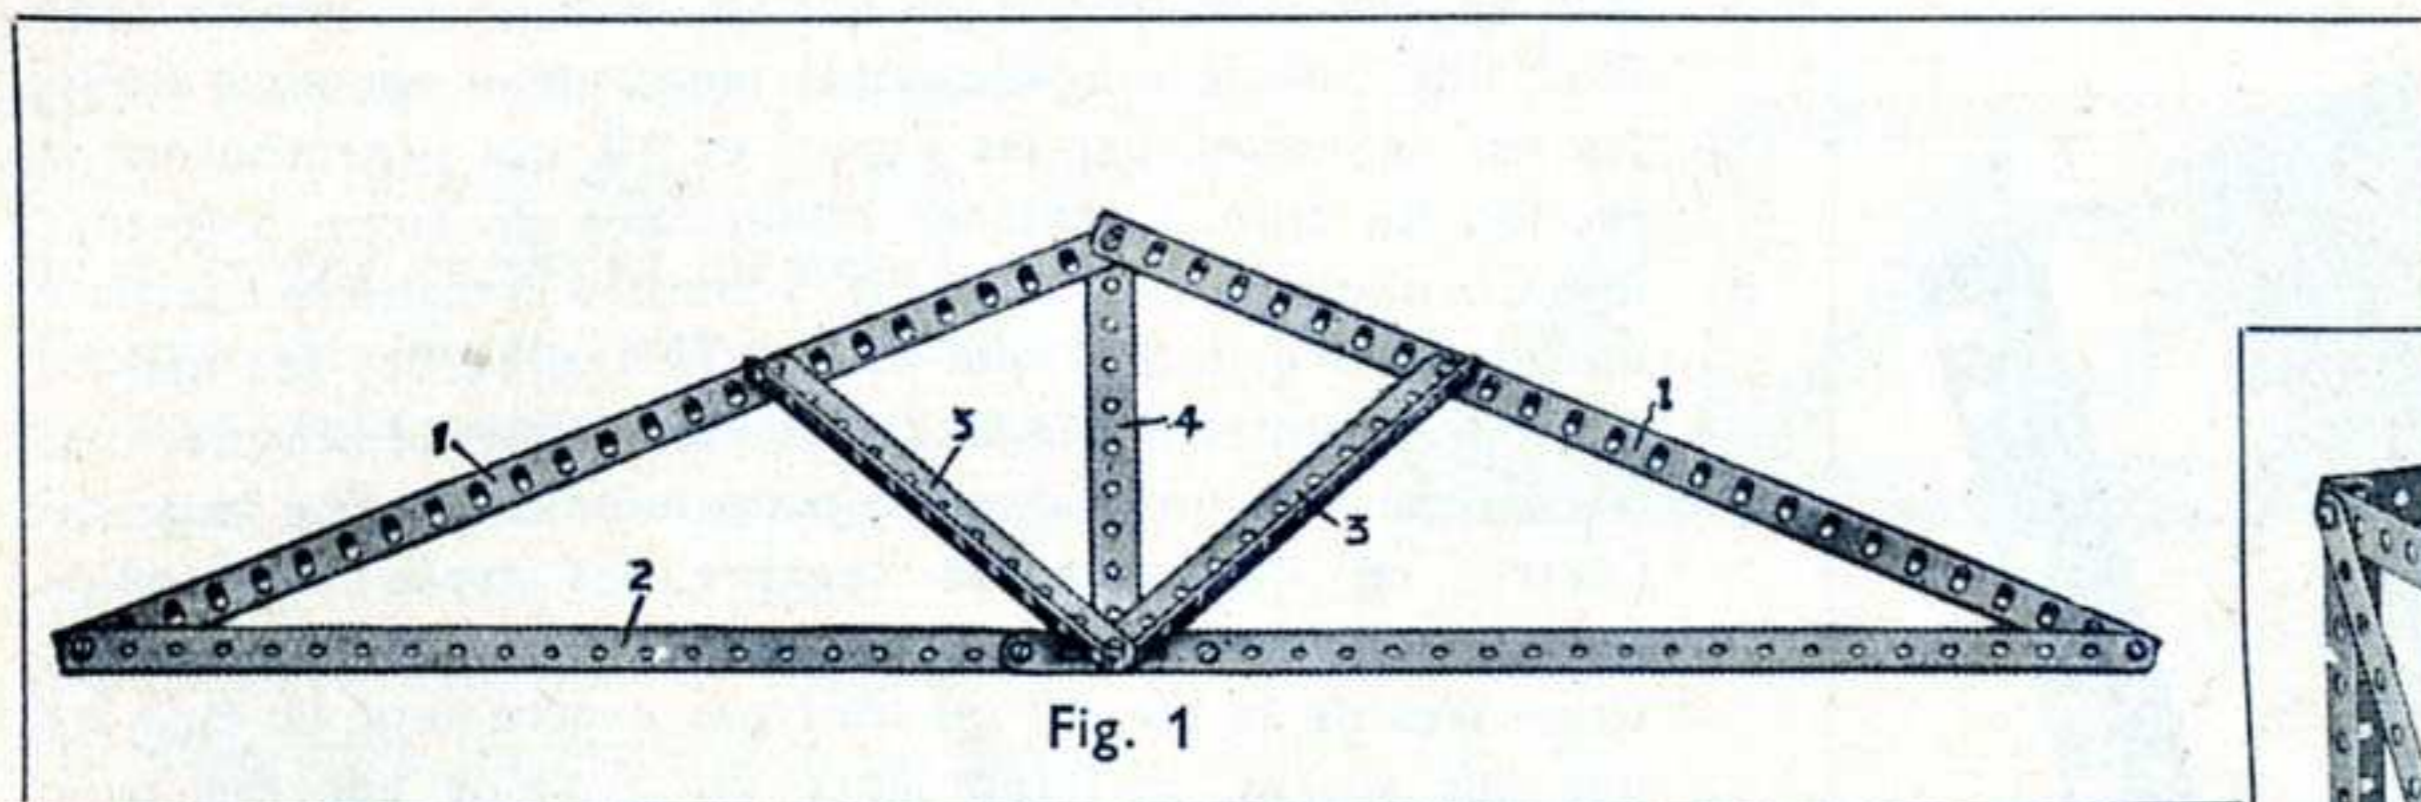
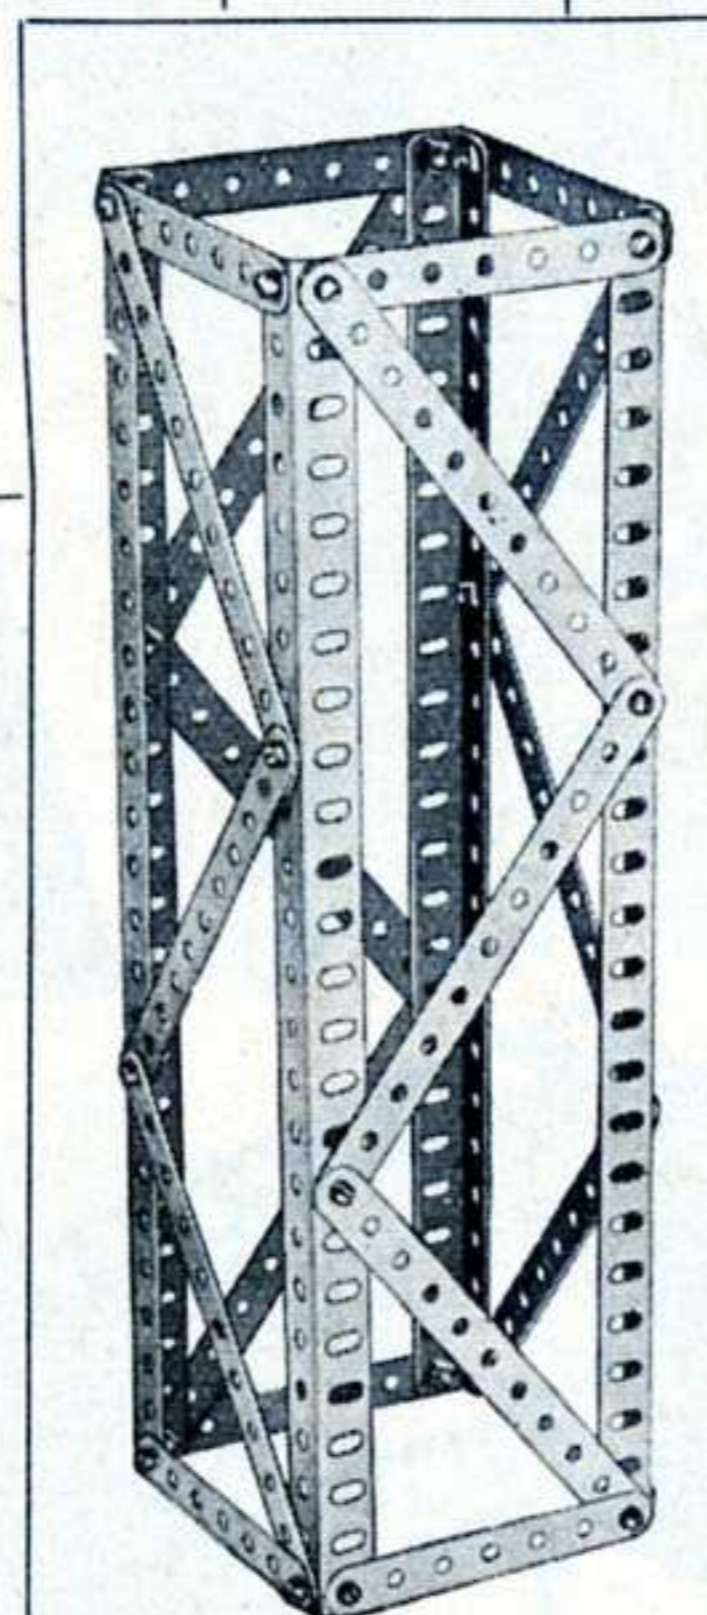
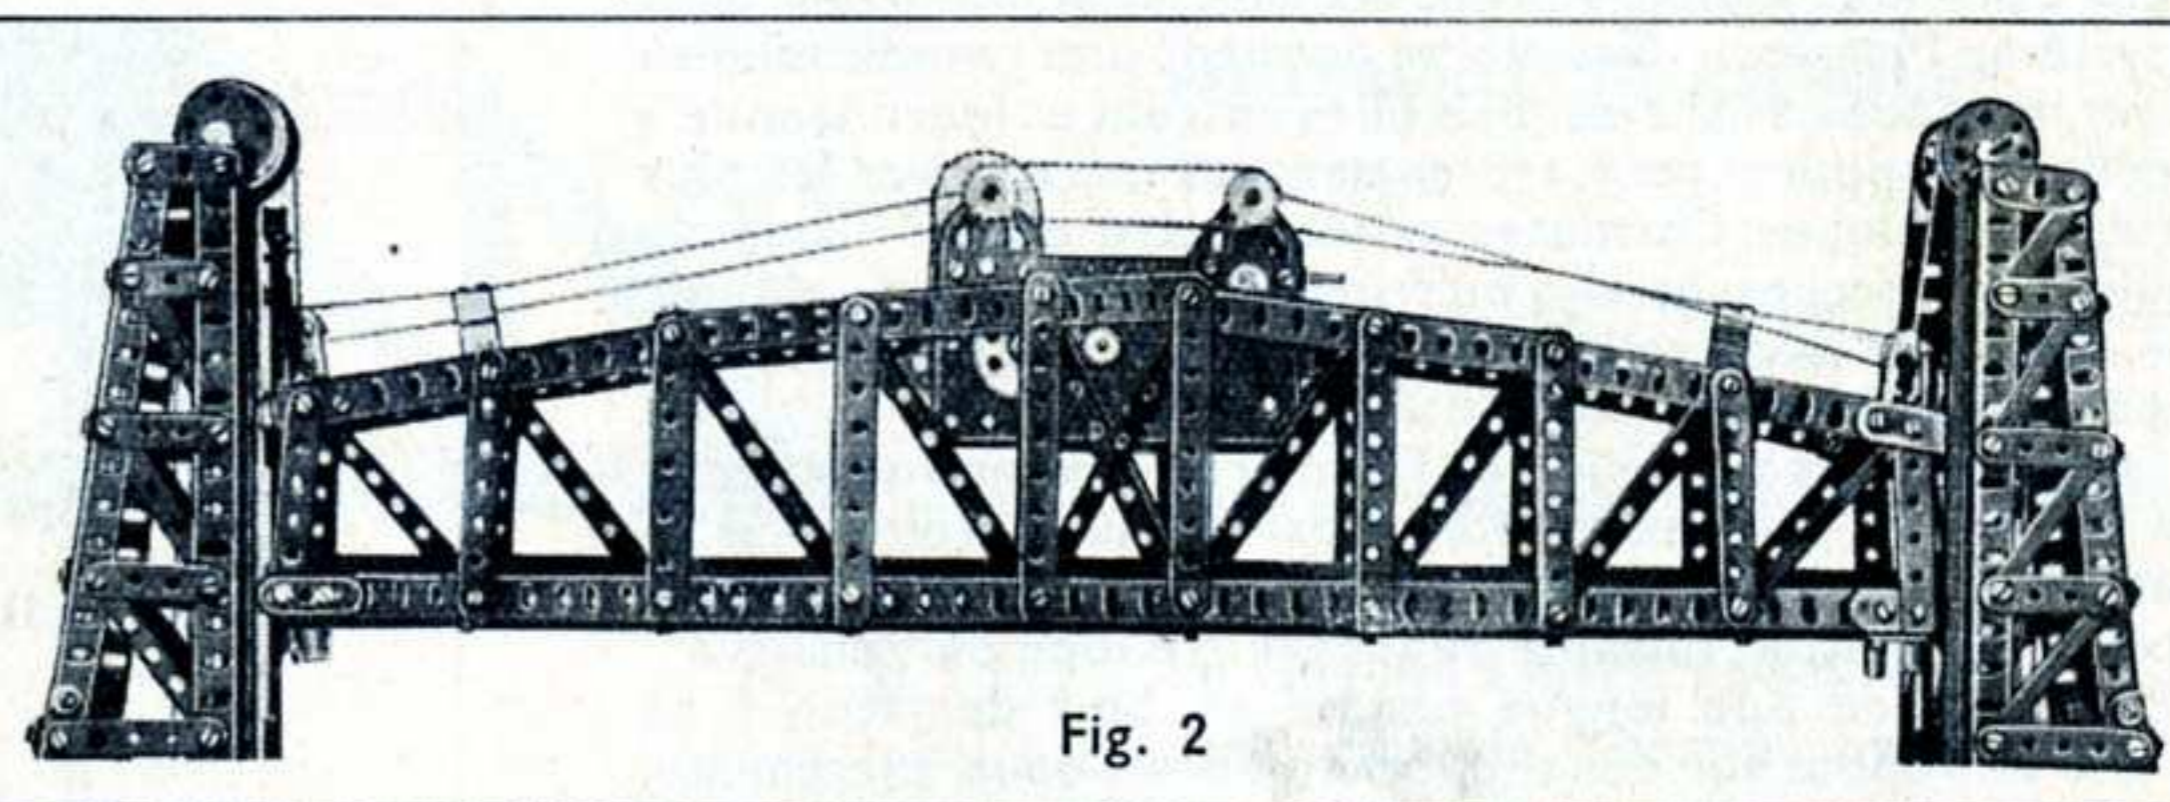

Fig. 1
Fig. 3
Fig. 2
Dans la première de ces catégories, il suffit de quelques Bandes disposées correctement pour transformer un bâti peu solide en une structure rigide (Voir Fig. 3). La Fig. 3 nous montre l'exemple d'une colonne verticale composée de quatre Cornières et huit courtes Bandes et dont la parfaite rigidité est assurée par l'emploi de douze Bandes de 14 cm. La Fig. 2 nous donne un exemple de charpente un peu plus compliquée. Le modèle représenté sur cette gravure est une reproduction en petit de la charpente principale du fameux Pont de Québec. Ainsi qu'on le voit, dans cet exemple, les éléments de compression situés sous le tablier du pont sont représentés par des Cornières de 32 cm., tandis que les éléments correspondants de tension, bien moins robustes, ne consistent uniquement qu'en Bandes de 32 cm. Le bâti en "K," qui est une des caractéristiques principales du pont véritable, est reproduit dans le modèle au moyen de Bandes de longueurs différentes. La Fig. 1 est un modèle de simple ferme de toit. On voit que les côtés inclinés, exposés à des forces de compression, consistent en Cornières, tandis que la poutre horizontale 2, qui ne doit résister qu'à une tension, est constituée par deux Bandes de 32 cm. boulonnées l'une à l'autre et se recouvrant sur cinq trous. Pour plus de rigidité, on ajoute au triangle ainsi formé une pièce verticale nommée poinçon (4) et deux poutrelles inclinées ou contrefiches (3).
Les Bandes Coudees sont similaires aux Bandes ordinaires, mais leurs extrémités sont courbées à angles droits. Ces pièces sont extrêmement utiles pour la construction de charpentes, de supports pour arbres, etc. et la Fig. 2 nous fournit un bel exemple de l'emploi de ces Bandes. Elles servent ici à réunir entre eux les deux côtés d'un pont. Elles peuvent être employées également pour la construction de pylônes à section rectangulaire, etc.